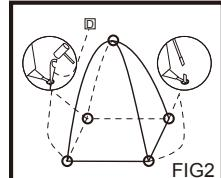

FIG2
3. Zet de tent <A> rechtop en duw de einden van de palen in de staafijzers aan elke kant van de tent <A>. (FIG2)
4. Bevestig het dak van de binnentent <E> op het paalkruispunt met de vastgenaaide touwen. (FIG2)
5. Maak de tent vast door de tentpinnen <D> in de grondlussen te duwen. (FIG2)